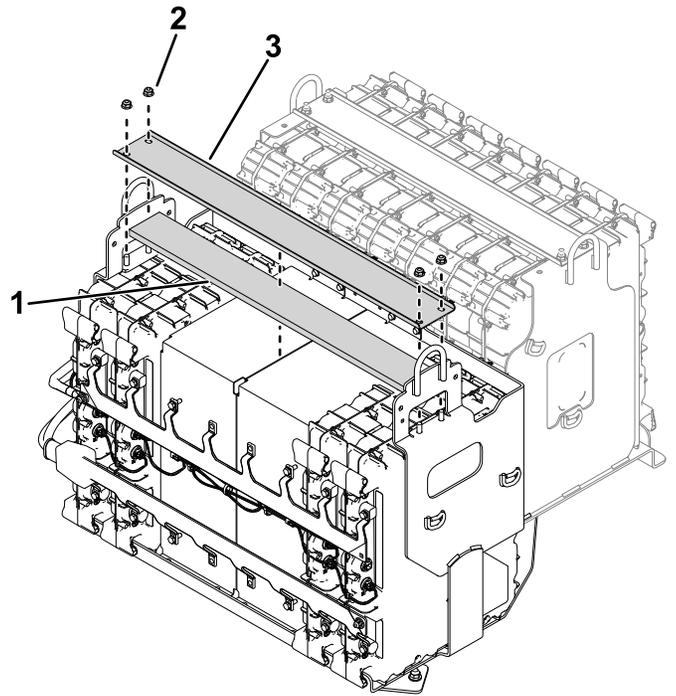

Figure 1
1. Déposez le support de profilé et le bloc de mousse du compartiment contenant 4 batteries (Figure 1).
7. Remettez en place le support de profilé et le bloc de mousse ; voir la Figure 1.